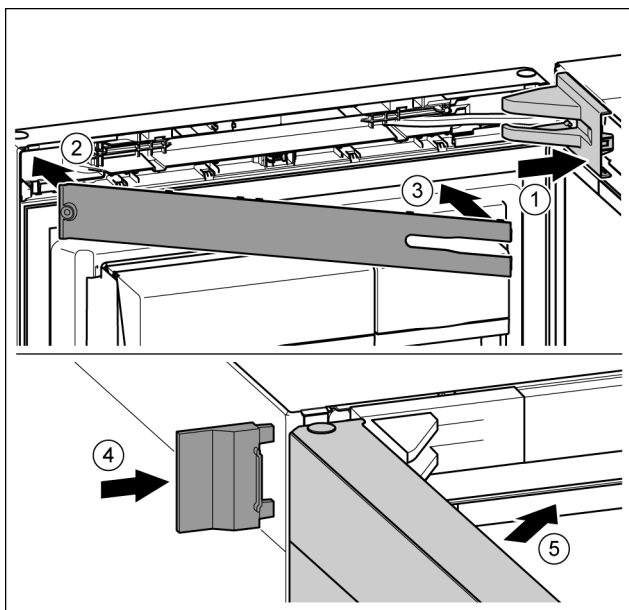

Fig. 23
- Nasadíte a zaklapnete kryt stojanu ložiska, příp. opatrně přitlačte od sebe. Fig. 23 (1)
- Nasadíte zásepku. Fig. 23 (2)
- Zásepku sklopte a zaklapnete. Fig. 23 (3)
- Vnější kryt nasuňte. Fig. 23 (4)
- Zavřete horní dveře. Fig. 23 (5)